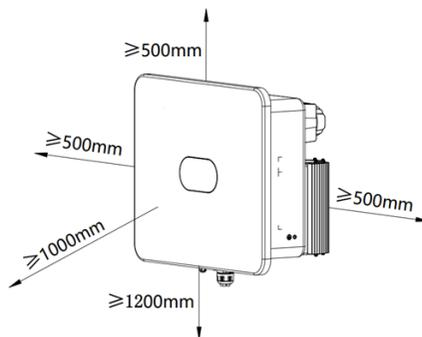

Fig. 4.4 Spaziatura dell'installazione dell'inverter
(2) Lasciare uno spazio adeguato attorno all'inverter per facilitare la circolazione dell'aria, e la possibilità di manipolare l'inverter. Vedere Fig. 4.4